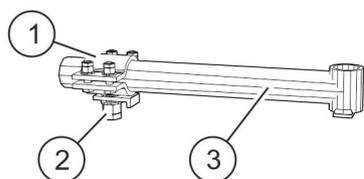
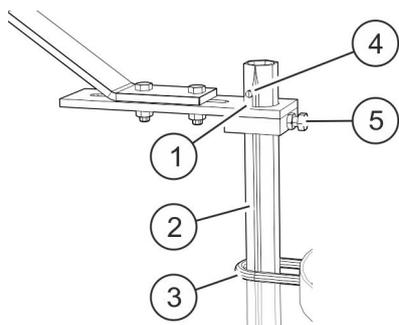

Abb. 29: Rohrhalter und Schelle
Abb. 30: Führungsrohr und Stelling
4. ➤ Schelle für den Rohrhalter (Abb. 29/1) leicht verschiebbar auf der Mastbefestigung aufschrauben.
5. ➤ Rohrhalter (Abb. 29/3) leicht verschiebbar in der Schelle (Abb. 29/1) befestigen.
7. ➤ Wenn die Diagonalverstreben des Masts dies erfordern, den Rohrhalter (Abb. 29/3) kürzen.
8. ➤ Führungsrohr (Abb. 30/2) durch die Führungsschelle am Gewichtssatz (Abb. 30/3), den Stelling (Abb. 30/5) und durch die Lasche für das Führungsrohr (Abb. 30/1) schieben.
9. ➤ Führungsrohr mit dem Zylinderkerbstift (Abb. 30/4) sichern.
10. ➤ Sicherstellen, dass der Zylinderkerbstift (Abb. 30/4) 10 mm von der Lasche (Abb. 30/1) entfernt ist.
11. ➤ Führungsrohr (Abb. 30/2) bei maximal 2 cm Überstand unterhalb des Rohrhalters markieren.
12. ➤ Führungsrohr (Abb. 30/2) am unteren Ende auf die benötigte Länge kürzen.
13. ➤ Führungsrohr (Abb. 30/2) in den Rohrhalter (Abb. 29/3) stellen.
14. ➤ Stelling (Abb. 30/5) in die obere Position an die Lasche für das Führungsrohr (Abb. 30/1) schieben und festschrauben.
15. ➤ Lasche (Abb. 30/1) und Rohrhalter (Abb. 29/3) so einstellen, dass das Führungsrohr (Abb. 30/2) lotrecht ist.
- 17.** ▶ Sicherungsmutter (Abb. 29/2) auf die Schelle (Abb. 29/1) des Rohrhalters aufschrauben und anziehen.